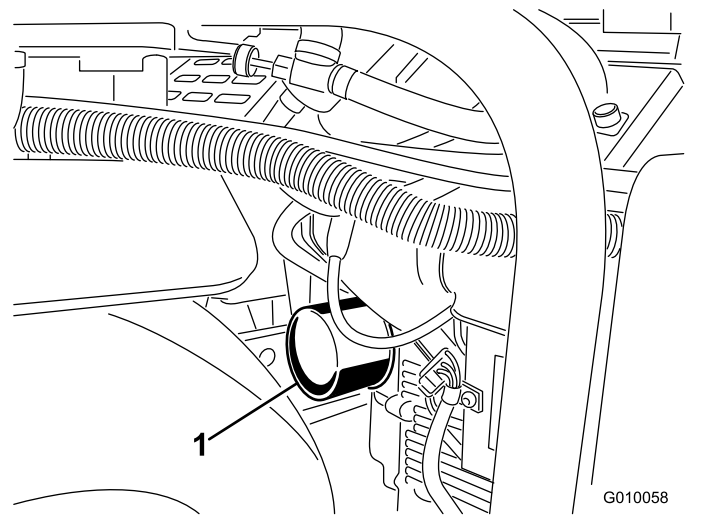
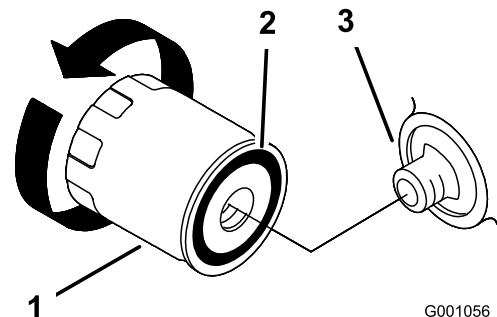

Figura 48
Figura 49
5. Coloque un recipiente poco hondo o un paño debajo del filtro para recoger el aceite (Figura 48).
6. Retire el filtro usado (Figura 48 y Figura 49) y limpie con un paño la superficie de la junta del adaptador del filtro.